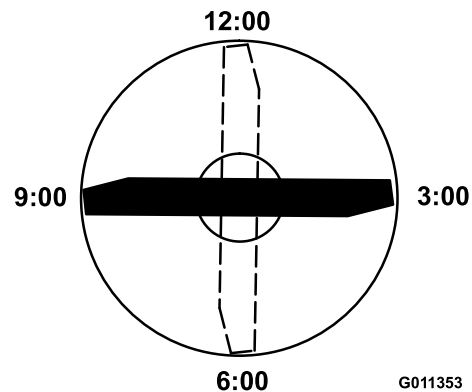

Figura 69
4. Coloque el filo de corte del extremo marcado de la cuchilla en la posición de las 12 (hacia adelante, en el sentido de la siega) (Figura 69) y mida la altura desde la mesa hasta el filo de corte de la cuchilla.
5. Gire el extremo marcado de la cuchilla a las posiciones de las 3 y de las 9 (Figura 69) y mida las alturas.